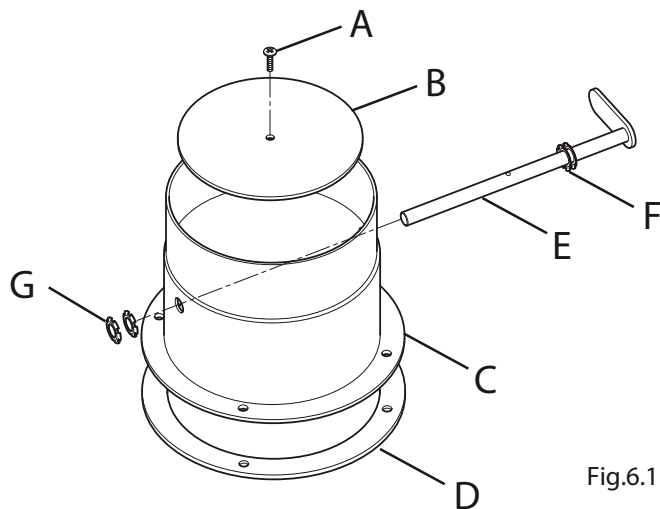

Fig.6.1
Ovnen leveres med røykventilen (fig.6.1) demontert for å tillate montering av majolica-hodet.
The stove is supplied with the exhaust valve (fig.6.1) dismantled to permit majolica head assembly.
Der Heizofen wird mit demontiertem Rauchventil (Abb. 6.1) geliefert, um den Zusammenbau des Oberteils aus Majolika zu gestatten.
2 Fig.6.1
- Plasser primær luftjusteringen i "helt åpen" posisjon (fig. 6.1).
- Place the primary air adjustment to "fully open" (Fig. 6.1).